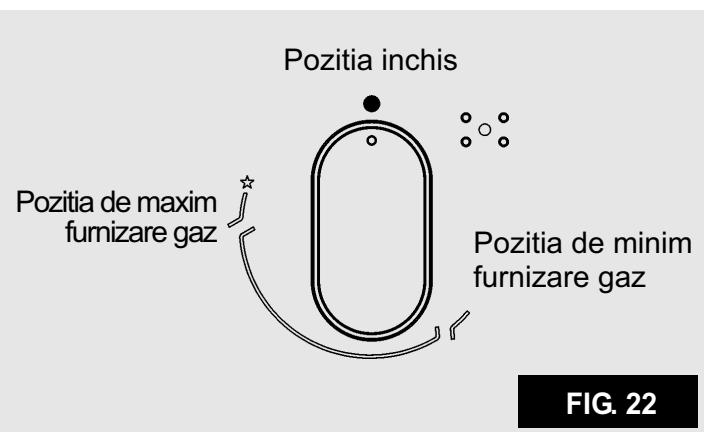

FIG. 22
Apasati și rotiti în sens antiorar butonul corespunzător arzatorului pe care doriti să-l utilizati, aduceti-l pe pozitia de Maxim (flacara mare, fig. 22), după care apasati butonul pana la fund.
La arzatoarele dotate cu termocuplu de siguranta, trebuie să se roteasca in sens antiorar butonul corespunzător arzatorului pe care doriti sa-l utilizati, sa-l aduceti pe pozitia de Maxim (flacara mare, fig. 22) pana sesizati o mica oprire a acestuia, după care apasati butonul si repetati operattile indicate anterior. Dupa aprindere mentineti butonul apasat circa 10 secunde.
- Cand incepe fierberea aduceti butonul in pozitia de Minim (flacara mica, fig. 22).
- **aprenderea arzatoarelor cu termocuplu de siguranta se poate face doar daca butonul este pe pozitia de Maxim (fig. 22).**
- aprindeți arzătorul și poziționați butonul pe poziția "Minim" (flacără mică, fig. 22).